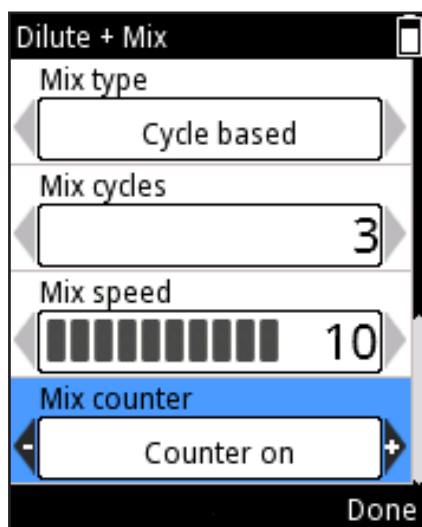

Imagen D33.
9. Desplácese hasta **Counter** (Contador) y seleccione **Counter off / on** (Contador desactivado / activado) con ,  (Imagen D33).